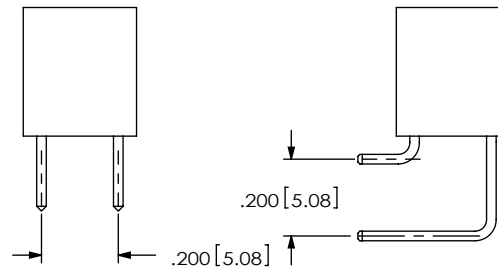

FIG 4
-Q: TRIPLE (SEE FIG 4, SHT 2) USE SSW-XX-T (-T WITH ONLY 2 OUTER ROWS FILLED)